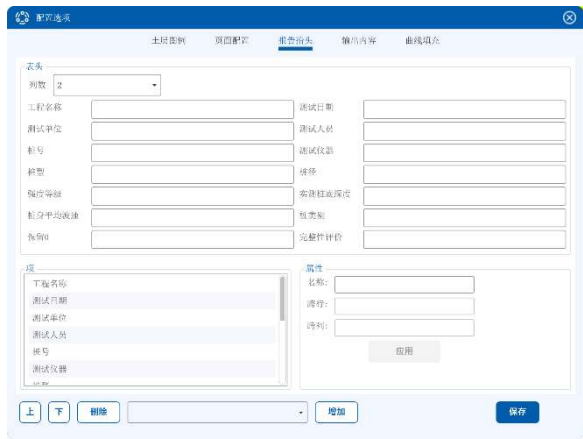

图 10.10 报告抬头
3. 报告抬头：设置工程名称、测试单位等信息，并且编辑信息位置、删除、增加和修改；如图 10.10 所示。